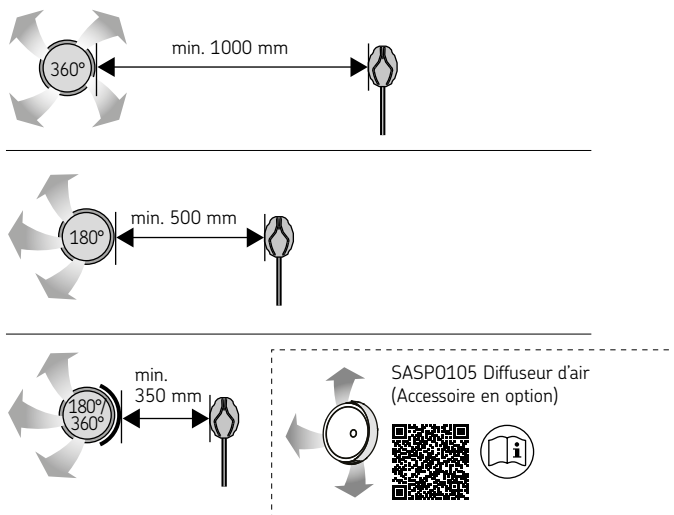

Figure 6. Distance minimale entre la bouche de ventilation et le capteur de température
- **Ventilation mécanique** : la bouche de ventilation doit être installée dans la partie supérieure du sauna de façon à ne pas gêner le fonctionnement du capteur de température. (Figure 6. Distance minimale entre la bouche de ventilation et le capteur de température)